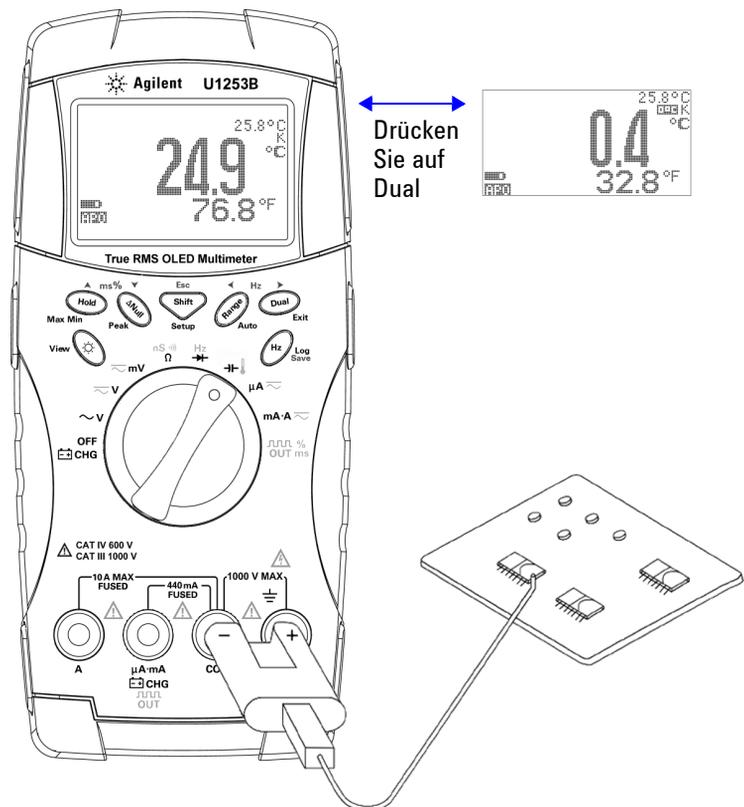

Abbildung 2-14 Oberflächentemperaturmessung
- 3 Schließen Sie den Thermoelementadapter (mit der angeschlossenen Thermoelementsonde) an die Eingangsanschlüsse **TEMP (rot)** und **COM (schwarz)** (Siehe Abbildung 2-14 auf Seite 53)